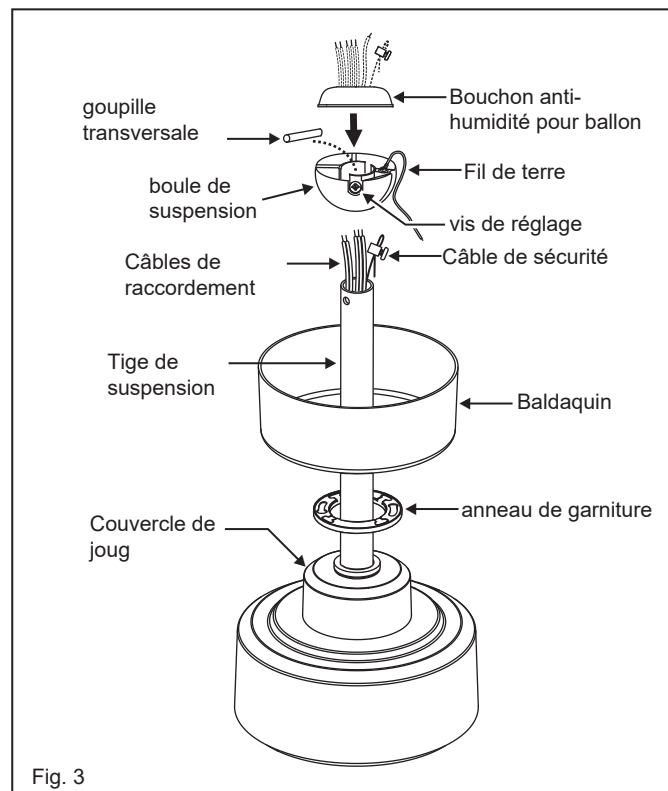

Fig. 3
- 6 Faites glisser le cache de l'étrier, la bague de finition et le carénage sur la tige de suspension (Fig. 3).
- 8 Passez les fils dans les trous du capuchon anti-humidité en caoutchouc de la rotule et faites glisser ce capuchon sur la rotule (Fig. 3).